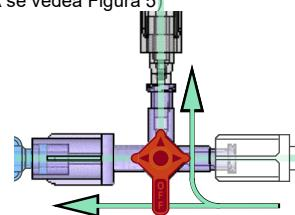

Figura 5 – Injectare substanță de contrast (Economisiri activate)
- a. Pentru a economisi substanță de contrast în timpul injectării, orientați robinetul de închidere DyeVert Power XT astfel încât să fie în poziția ON (deschis) atât la robinetul de închidere pentru selecția supapei, cât și la cateter. (A se vede Figura 5)